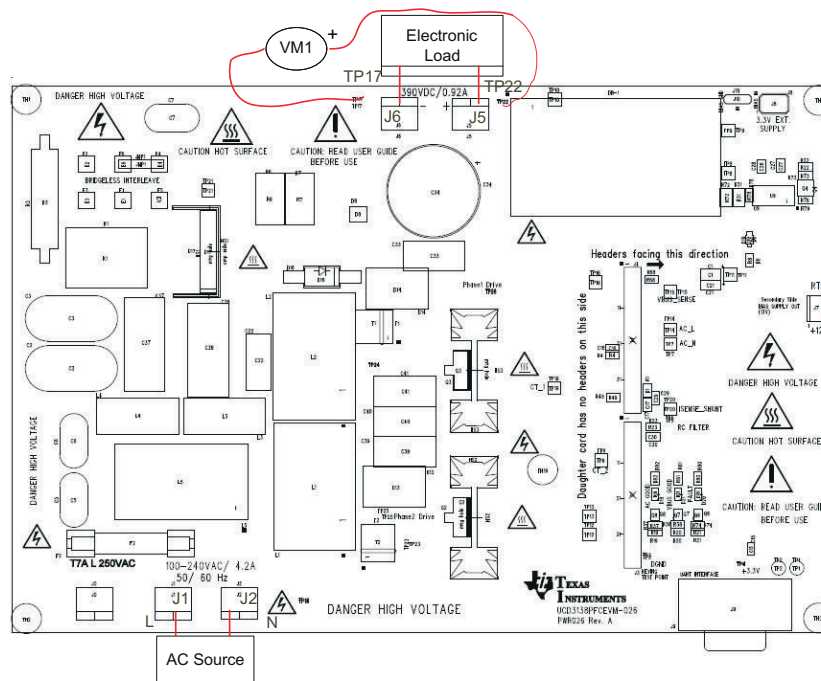

图 5-1. UCD3138PFCEVM-026 建议测试设置
1. 请参阅图 5-1，了解测量电源转换效率的基本设置。节 5.1 列出了执行此测量需要用到的设备。